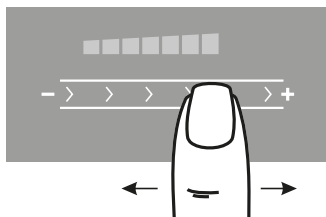

Рис.13
2. Выбор необходимого уровня мощности производится перемещением пальца по специальной поверхности «④» - «скользящая кнопка» (рис. 13). Когда уровень мощности меняется, звучит сигнал, а в окне выбранной конфорки отображается мощность от «0» до «9» и «P». «P» - максимальная мощность (от англ. booster - «усилитель»)
1. Работавшую конфорку касанием зоны ② перевести в режим управления.
2. Перемещая палец по поверхности ④ - «скользящая кнопка» измените режим нагрева конфорки (рис. 13).